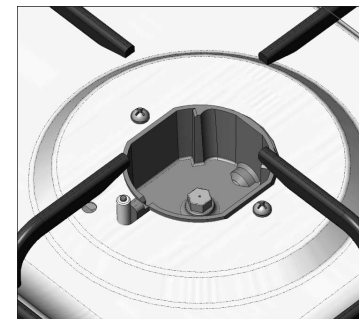

Рис.5 Сопло S7 в корпусе сопла
**ВАЖНО:** обратите внимание, штуцер для сжиженного газа маркирован цифрой «8», штуцер для природного газа имеет маркировку «13». замена сопел горелок стола рис.5
б) с помощью торцевого ключа S7 заменить сопла (входят в комплект поставки) в соответствии с таблицей 1 «Характеристики горелок и сопел» см. рис.5